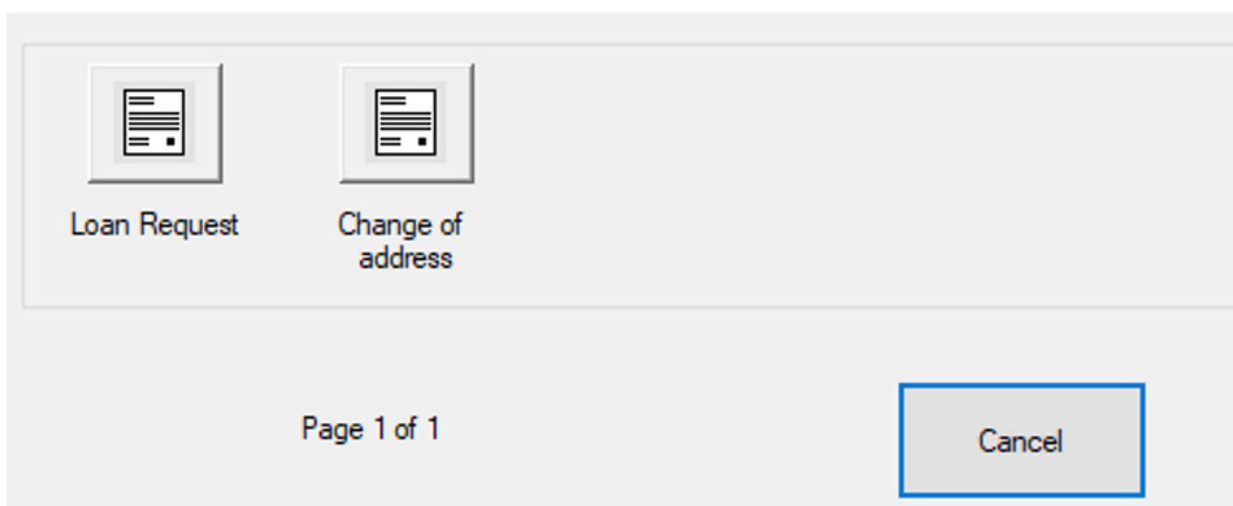

Abbildung 4-5: Seitenuntertypen
2. Wählen Sie den zugehörigen Seitenuntertyp aus der Pop-up-Anzeige (Abbildung 4-5).